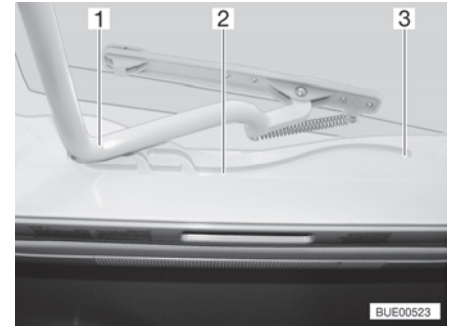

Bild 54 Führung (Heki-Dachhaube)
- Den Bügel (Bild 54,1) in den Führungen (Bild 54,2) bis in die hinterste Position (Bild 54,3) ziehen.
- Den Bügel (Bild 54,1) mit beiden Händen leicht nach oben drücken.
- Den Bügel in den Führungen (Bild 54,2) bis zur gewünschten Stellung ziehen.